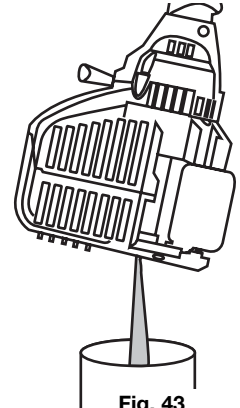

Fig. 43
3. Vierta el aceite fuera del orificio de llenado de aceite en un recipiente inclinando la unidad hasta una posición vertical (Fig. 43). Deje suficiente tiempo como para completar el drenaje.